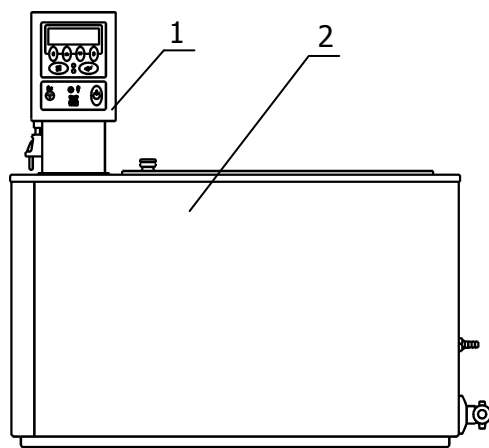

Рисунок 1 — Внешний вид термостата «ТЕРМОТЕСТ-20-01»
1.4.2 Конструкция термостата состоит из блока регулирования температуры 1 и корпуса 2 (рисунок 1), внутри которого расположены основная и рабочая ванны.